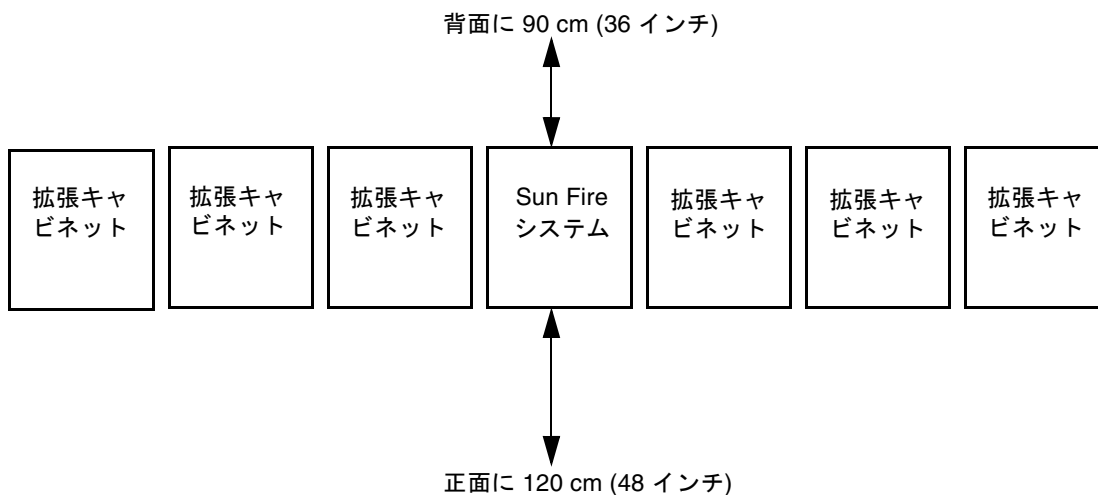

図 1-1 Sun Fire システムのアクセス領域を上から見た図
- 保守作業員による作業に備えて、Sun Fire E4900 システムには、正面に約 120 cm (48 インチ)、背面に約 90 cm (36 インチ) (図 1-1) のスペースが必要です。